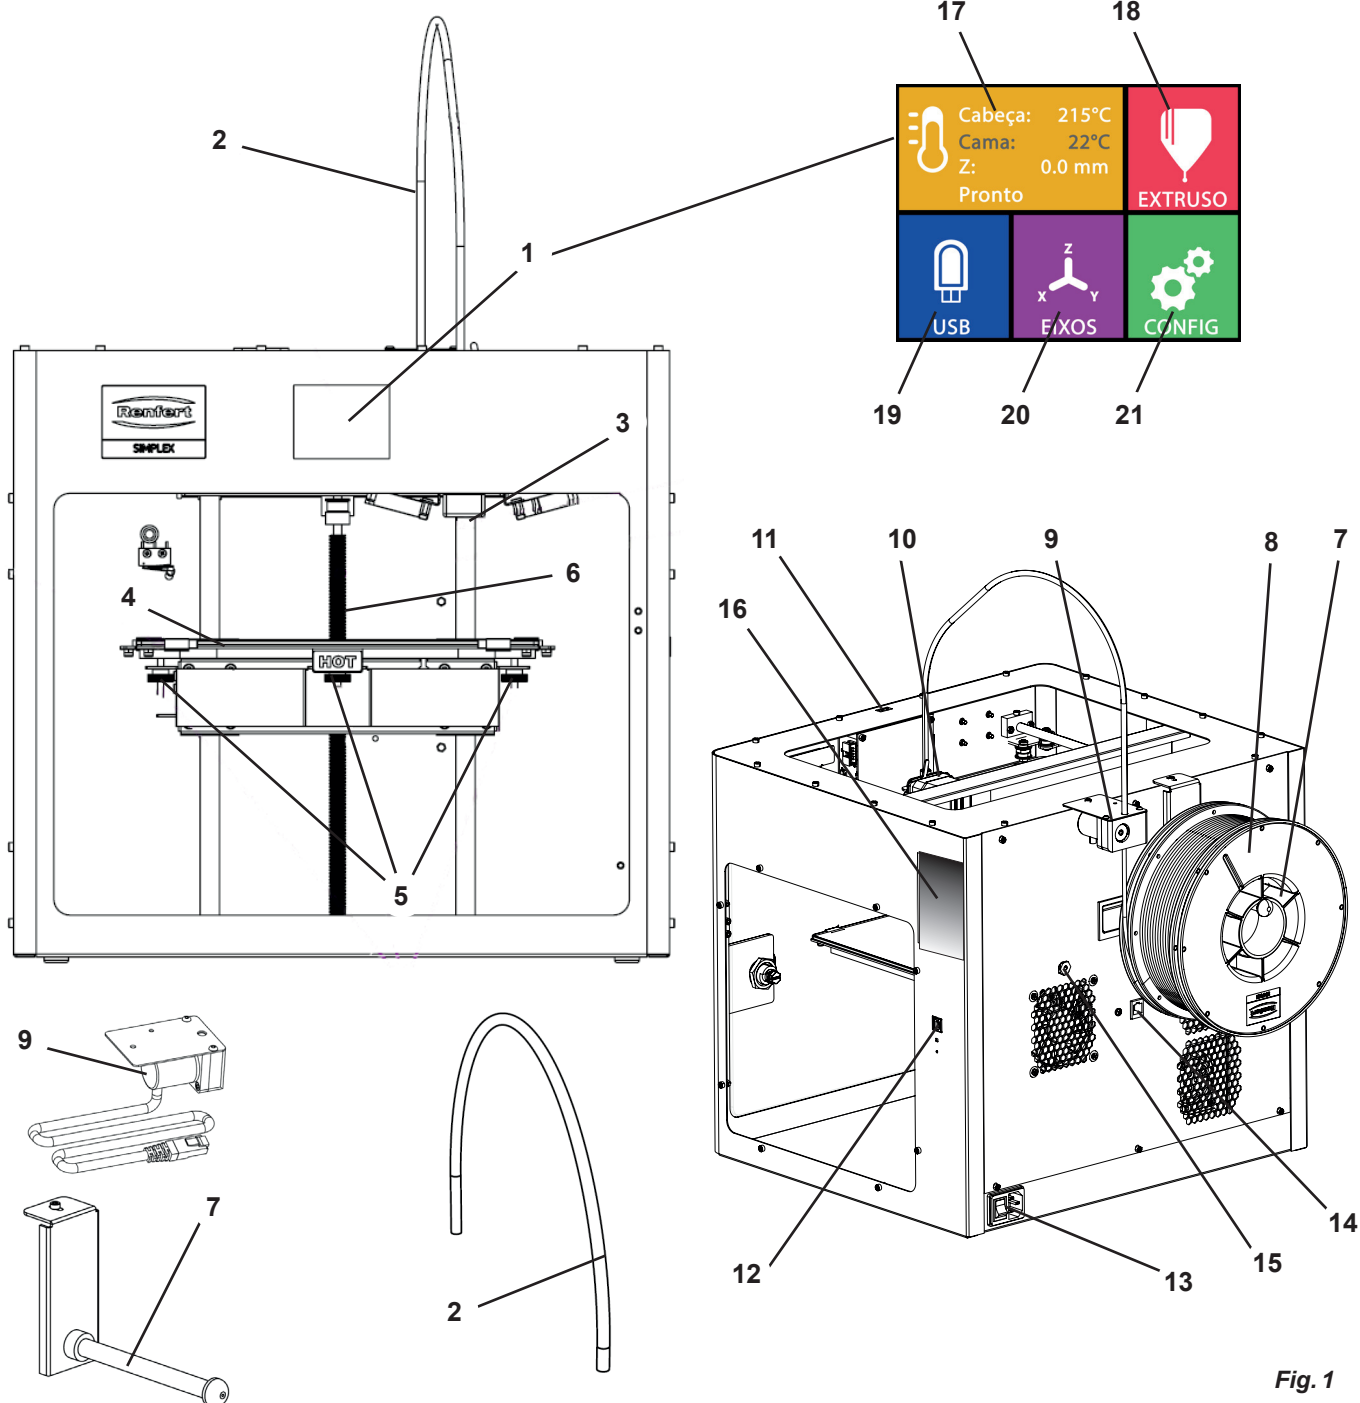

Fig. 1
- ⇒ Ligue o equipamento com o botão de ligar/desligar (13, Fig. 1) no lado traseiro do equipamento.